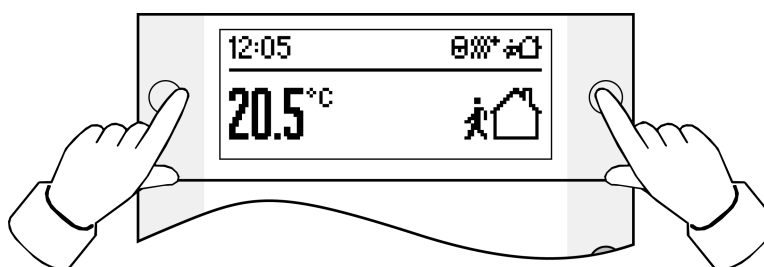

Figura 2
- Pulsar simultáneamente las dos teclas situadas junto a la indicación (véase figura 2).